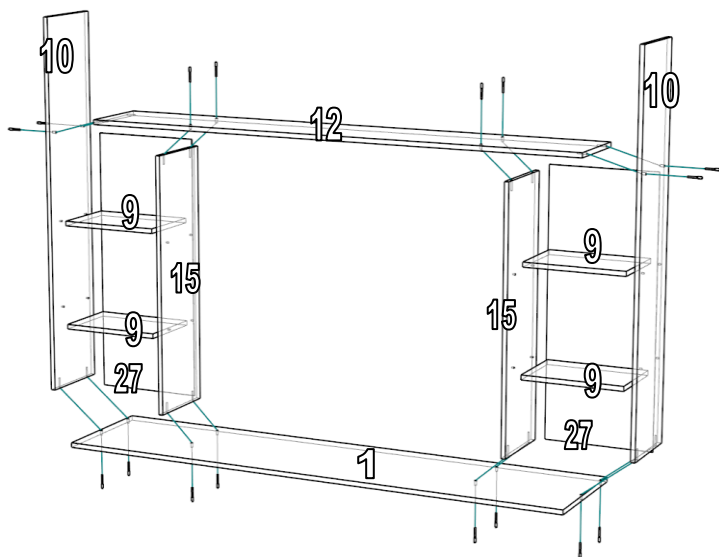

Рис.2
2. Прикрутить к крышке 1 боковины 10,15 еврошурупами. Прикрутить к боковинам 10,15 вязку 12 с помощью еврошурупов как показано на Рис.2. Вкрутить в крышку 2 эксцентрики в готовые отверстия.